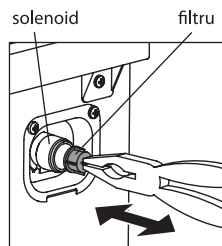

Figura 20
7.2.1 Filtrul din furtunul de alimentare, în conformitate cu Figurile 6 și 7, și filtru în filet conector a solenoidului, așa cum se arată în Figura 20, sunt montate pentru a preveni infundarea mașinii cu particulele solide (nisip, talașe de metal, etc.) din apă. Se recomandă să curățați filtrele, cel puțin o dată pe an.
— Scoateți filtrul de la capetele filetate ale solenoidului, cu o pereche de clește sau pensete, așa cum se arată în Figura 20;